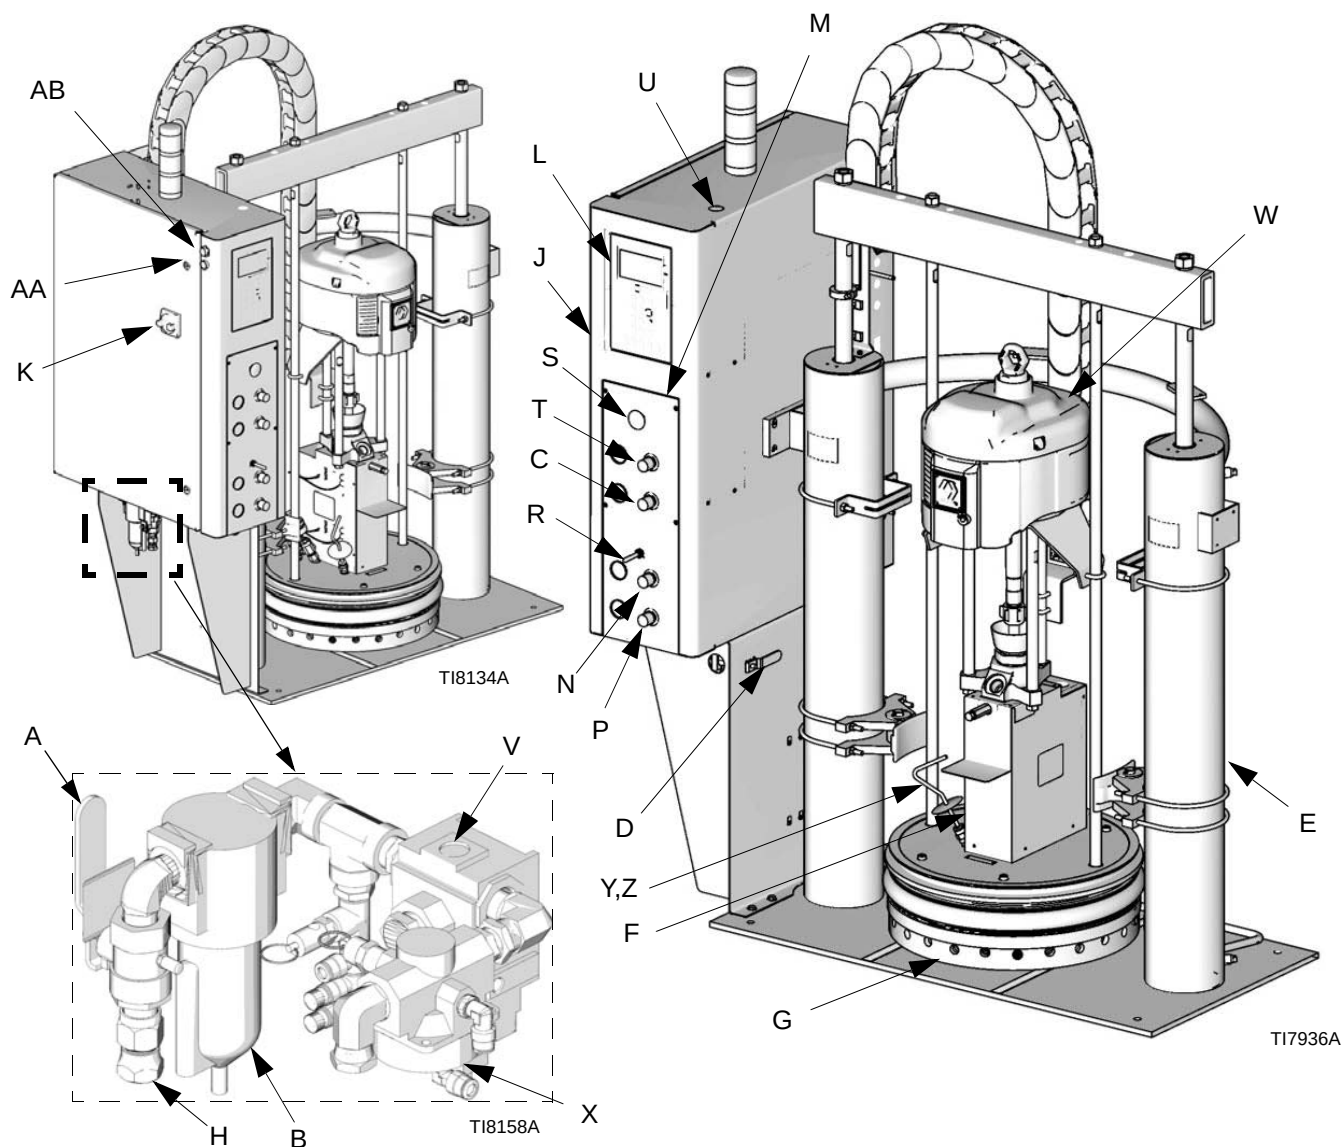

FIG. 1: Identification des composants
Avant d'installer le système, vous devez vous familiariser avec tous les composants. Voir FIG. 1 pour consulter les composants du système Therm-O-Flow.
Les composants suivants font partie intégrante de l'appareil. Voir FIG. 1.
Le tableau de commande pneumatique comprend les éléments suivants. Voir FIG. 1.
Pour plus d'informations, voir FIG. 1 page 9. Les éléments suivants sont compris dans le module :
- La vanne d'air principale du système (type purgeur) (D) sert à couper et à isoler l'alimentation d'air de toute l'unité d'alimentation.
- Une vanne d'air principale (type purgeur) de moteur pneumatique (D) est nécessaire dans le système pour relâcher l'air emprisonné entre celle-ci et le moteur pneumatique lorsque la vanne est excitée (**voir la Mise en garde ci-dessous**). Il faut que cette vanne de purge soit facilement accessible et implantée en aval du régulateur d'air.
- Le régulateur d'air du moteur pneumatique (C) régule la pression de sortie de la pompe en ajustant la pression d'air au moteur pneumatique. Il se trouve sur le tableau de commande pneumatique.
- L'électrovanne d'activation de moteur pneumatique, voir FIG. 1 page 9, référencée par la lettre (X), retarde le démarrage pour permettre au produit de chauffer pleinement.